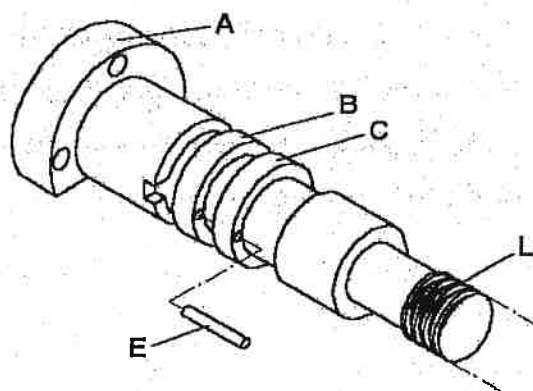

Abbildung 29
7.7. Scherstift für Leitspindel Abb. 29